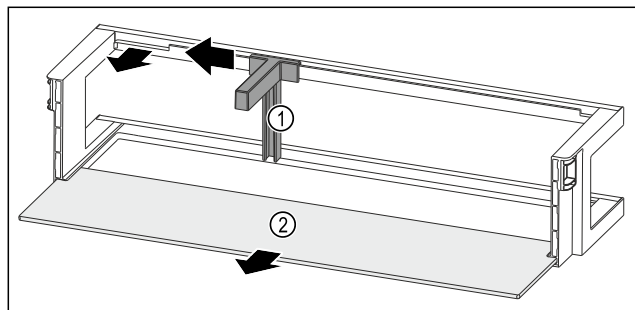

Fig. 142 Türabsteller mit Flaschenhalter und Abstellfläche
- ▶ Flaschenhalter Fig. 142 (1) bis zur Aussparung zur Seite schieben.
- ▶ Flaschenhalter Fig. 142 (1) entnehmen.
- ▶ Abstellfläche Fig. 142 (2) entnehmen.